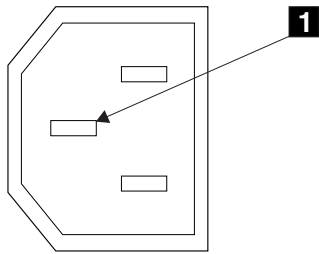

図4. 接地ピン
6. SAN ボリューム・コントローラー 2145-4F2 のフレームと各電源コネクタのアース・ピンの導通を検査する。xxvi ページの図 4 は、アース・ピンの位置を示しています。